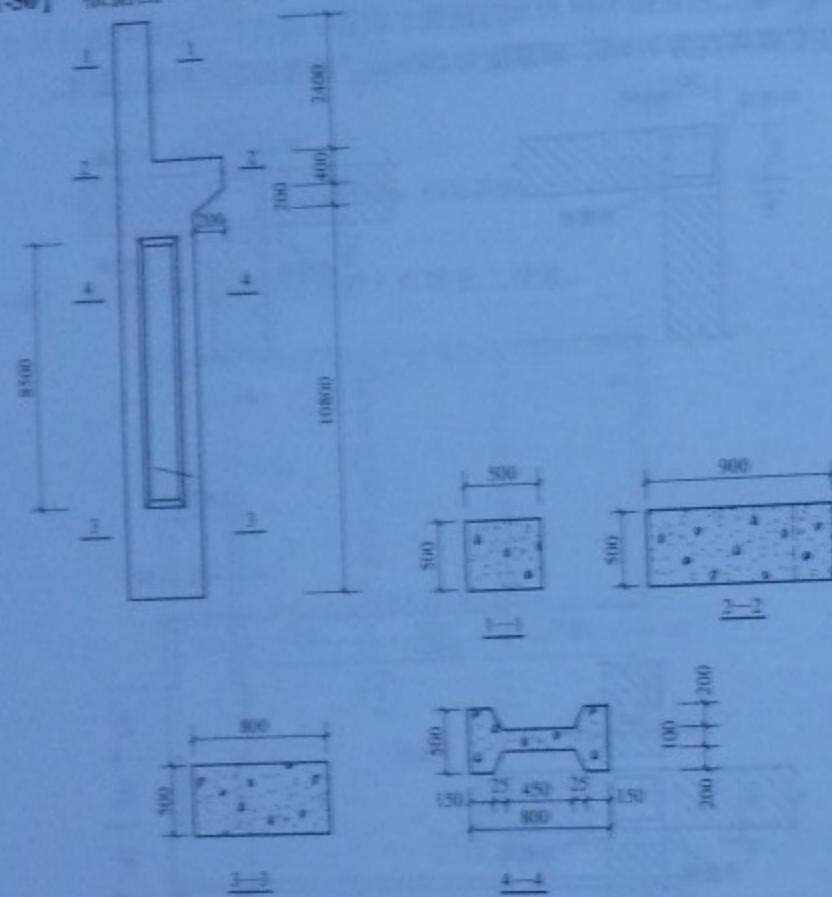

图 1-50 预制工字形柱
**[例 1-50]** 根据图 1-50, 计算 10 根预制工字形柱的工程量。